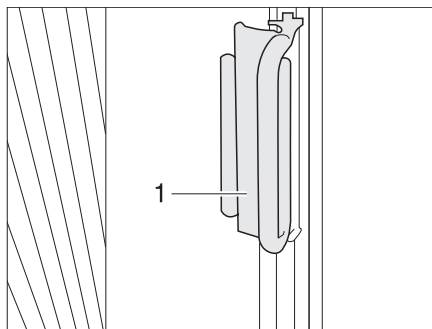

Fig. 31 Bloqueo de los estores plegables para la ventana del conductor/acompañante
- Empujar los estores plegables para la ventana del conductor y del acompañante con el tirador (Fig. 31,1) sobre la pieza sobrepuesta. El estor plegable queda asegurado.